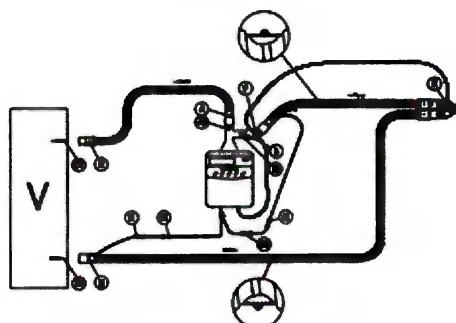

Рисунок 3
10. Если используется двойной дыхательный контур для увлажнителя HUDSON RCI™* (рис. 3), следует применять два адаптера. Соединение осуществляется следующим образом:
- ◆ голубой электрический коннектор магистрали вдоха (G) с помощью адаптера присоединяется к короткому концу кабеля увлажнителя с голубым коннектором (G1);
- ◆ желтый электрический коннектор магистрали выдоха (H) с помощью адаптера присоединяется к длинному концу кабеля увлажнителя с желтым коннектором (H1).